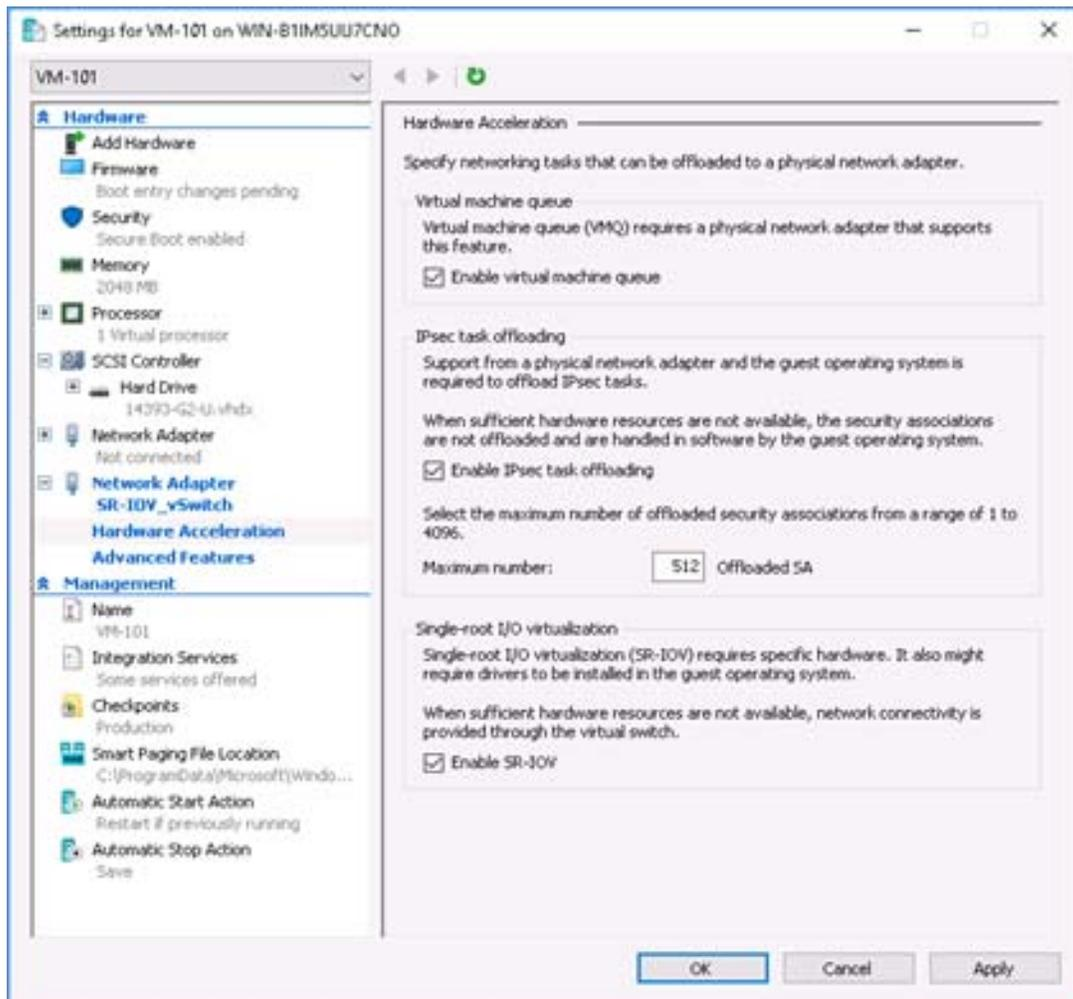

Abbildung 11-5. Einstellungen für VM: SR-IOV aktivieren
12. So erstellen Sie eine virtuelle Maschine (VM) und exportieren die virtuelle Funktion (VF) in die VM:
- d. Aktivieren Sie im Dialogfeld „Settings for VM <VM_Name>“ (Einstellungen für VM <Name der virtuellen Maschine>) (Abbildung 11-5) auf der Seite, „Hardware Acceleration“ (Hardware-Beschleunigung) unter **Single-root I/O virtualization** (Single-Root E/A-Virtualisierung) das Kontrollkästchen **Enable SR-IOV** (SR-IOV aktivieren) und klicken Sie dann auf **OK**.